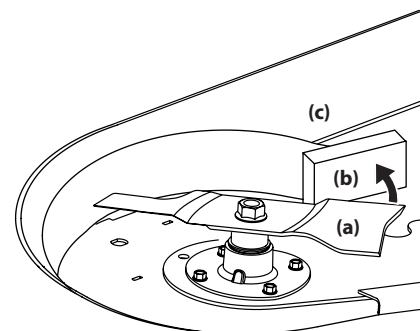

Figure 4-21
- Enveloppez un chiffon autour de la lame (a) et retenez la lame (a) pour l'empêcher de tourner, ou immobilisez la lame (a) en plaçant un morceau de bois (b) entre la lame (a) et le boîtier du plateau de coupe (c). Voir Figure 4-21.